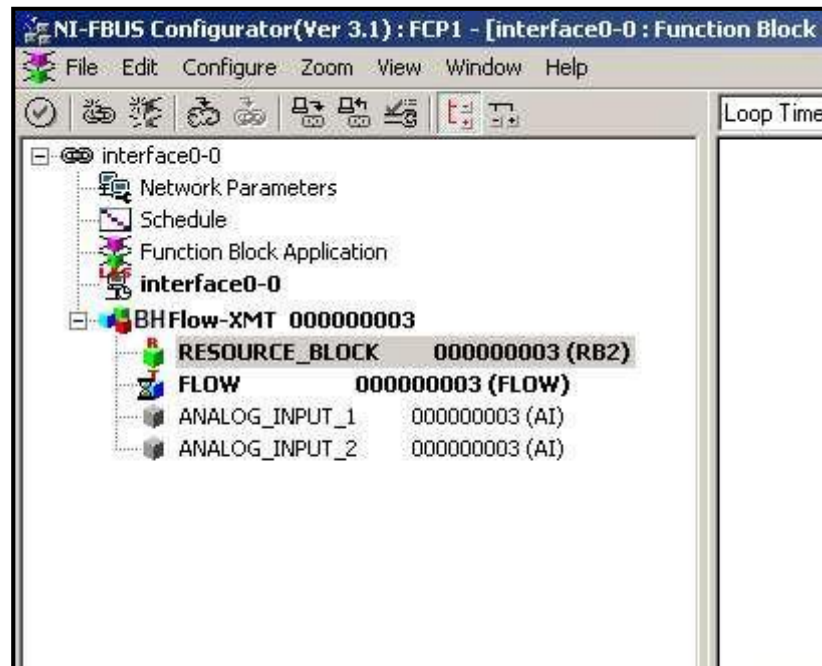

Figura 40: Exemplo de configuração do Utilitário de configuração
A Figura 40 a seguir mostra o Utilitário de configuração com um medidor de vazão na rede (Panametrics Flow-XMT).
1. Clique duas vezes no bloco AI para o qual deseja definir as unidades (ANALOG_INPUT_1 ou ANALOG_INPUT_2 na árvore sob Panametrics Flow -XMT; veja a Figura 40 na página 98).
1. Clique duas vezes no bloco de transdutor FLOW (na árvore sob GEFlow-XMT; veja a Figura 40 na página 98).